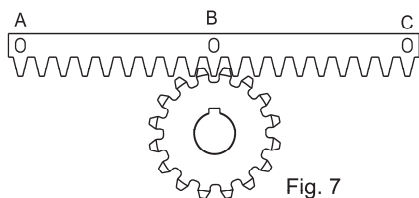
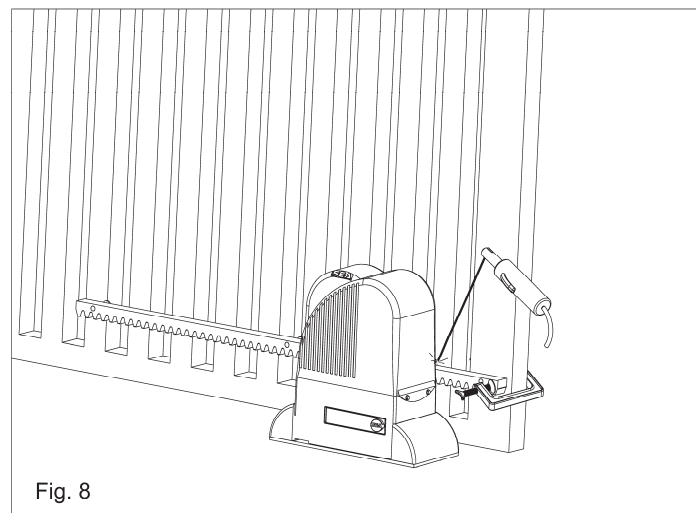

Fig. 7
Fig. 8
5.3. 按（图7）将一段齿条放在齿轮上面。让其平行于门的导轨，把中间的螺丝B临时焊在门上（图8）。手动推门令螺丝C位于齿轮上，临时焊住。用同样的方法焊住螺丝A。